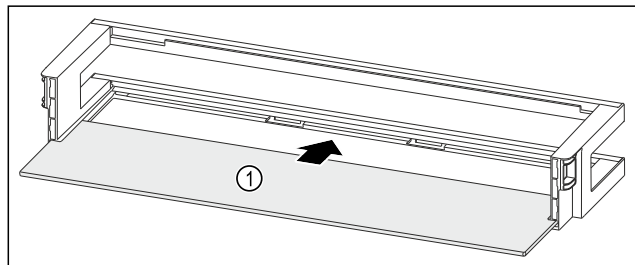

Fig. 134 Balconnet de contre-porte avec tablette de rangement
- Insérer la tablette de rangement Fig. 134 (1) dans les évidements latéraux.